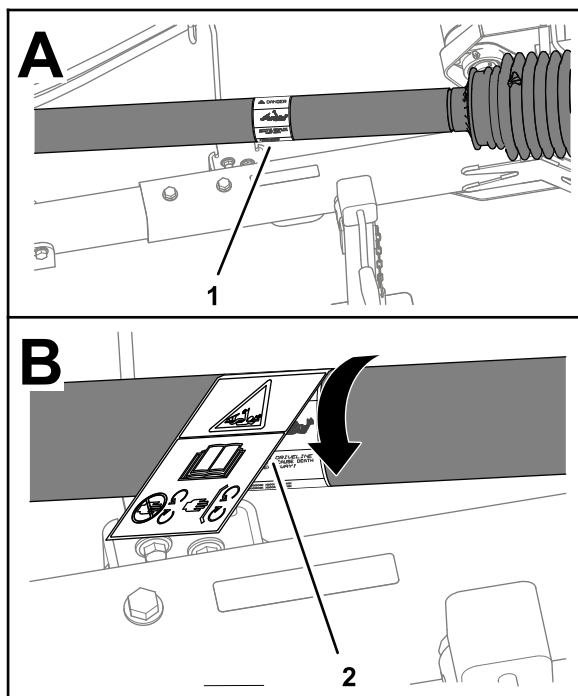

Figure 3
1. Faites tourner la protection de l'arbre pour accéder à l'autocollant d'avertissement de coincement existant (Figure 3).
4. Apposez l'autocollant d'avertissement de coincement CE sur l'autocollant existant (Figure 3).